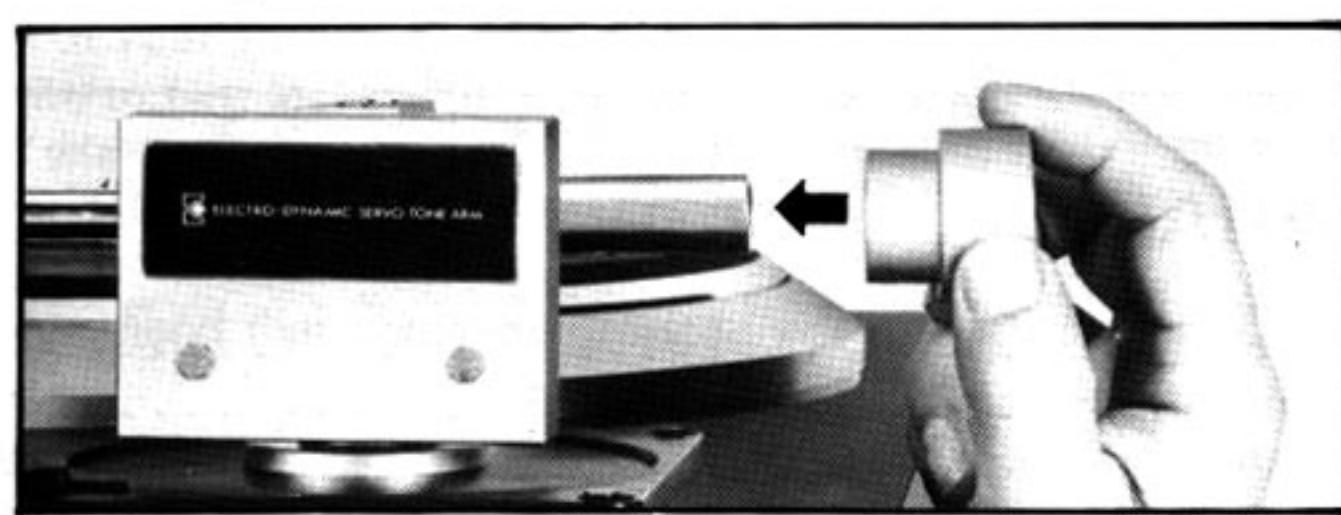

Fig. 3 Abb. 3
3. Slide the main weight (13) onto the weight axis as close to the tonearm base as possible. (Fig. 3)
3. Schieben Sie das Hauptgewicht (12) auf die Gewichtsachse, so nahe wie möglich zum Tonarmsockel (Abb. 3).
3. Faire glisser le contrepoids principal (12) sur l'axe de façon à ce qu'il soit placé le plus près possible de la base du bras de lecture. (Fig. 3).